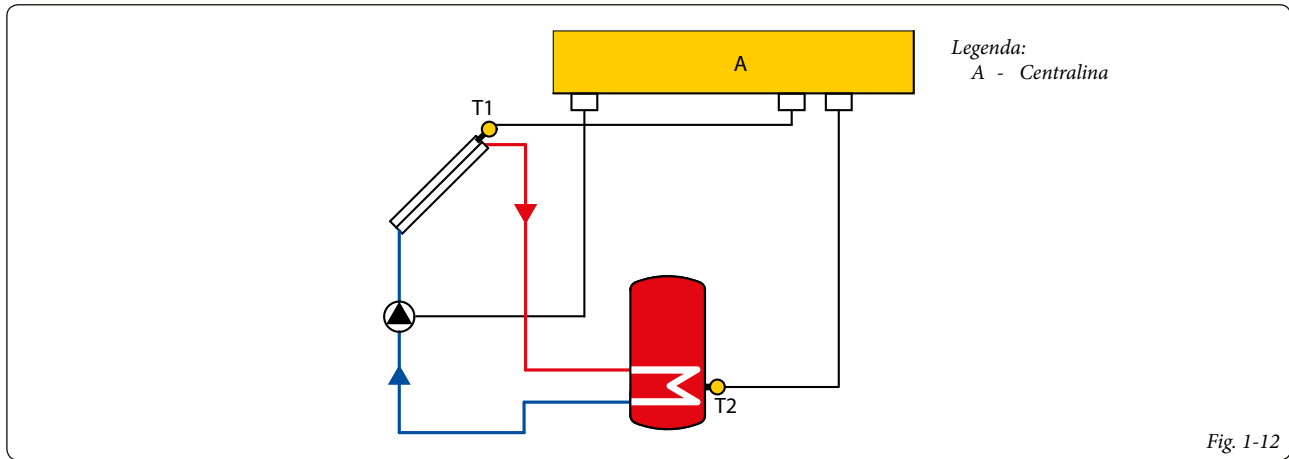

Fig. 1-12
La centralina (A) accende la pompa quando si verifica una differenza di temperatura preimpostata tra la sonda collettore (S1) e la sonda unità bollitore (S2) (Fig. 1-12).